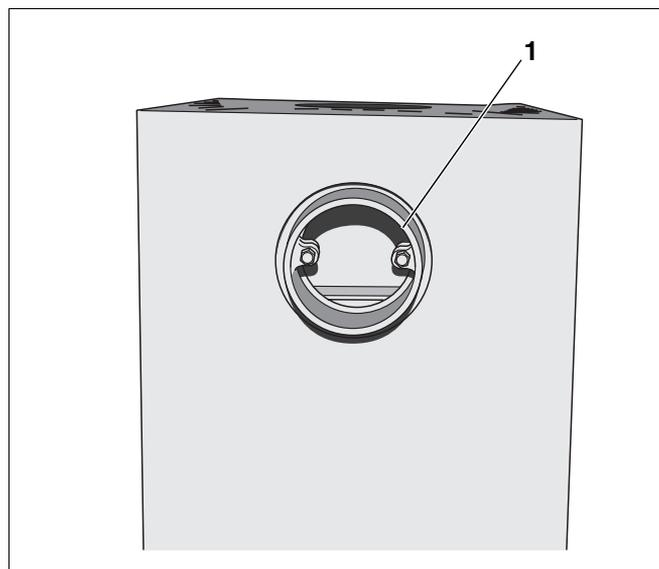

Abb. 9 Abgasanschluss Rückseite – Abgasstutzen
- Abgasstutzen am Abgasanschluss Rückseite montieren (Abb. 9, **Pos. 1**).